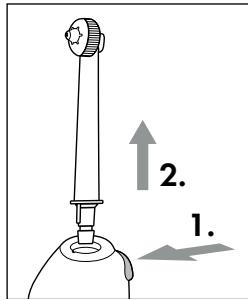

Fig. 3
- ◆ Per togliere la testina ② premere il pulsante di sblocco ⑪ del manico ⑤ e tirare via la testina ② dal manico ⑤ (vedere fig. 3).